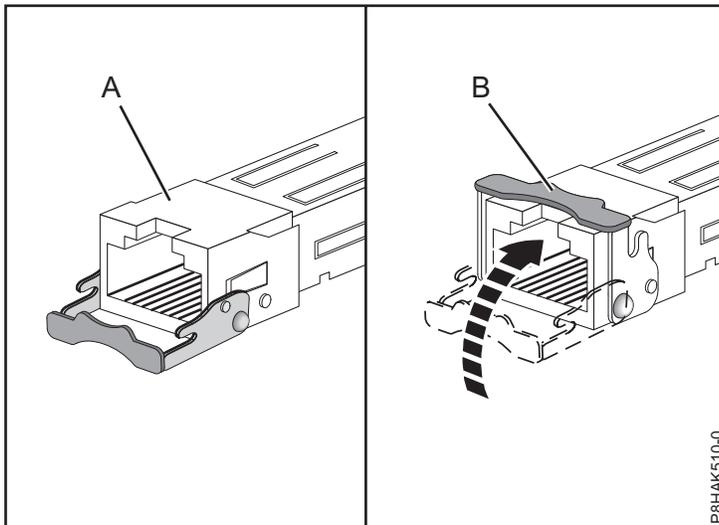

図 53. アダプターでの SFP トランシーバーの取り替え
- c. 58 ページの図 53 に示すように、ラッチ **(B)** をオープン position にして、上向きに回転させてラッチをカードに向かって押します。